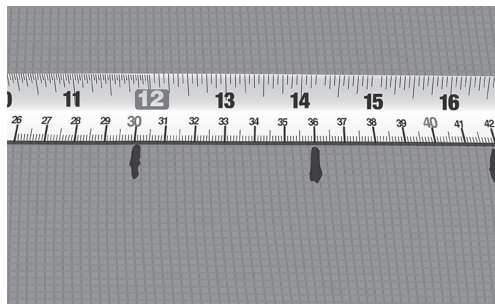

Fig. 8. Marker senteravstanden (c-c) på gulvet
7. Marker den beregnede senteravstanden (c-c) på gulvoverflaten (Fig. 8).